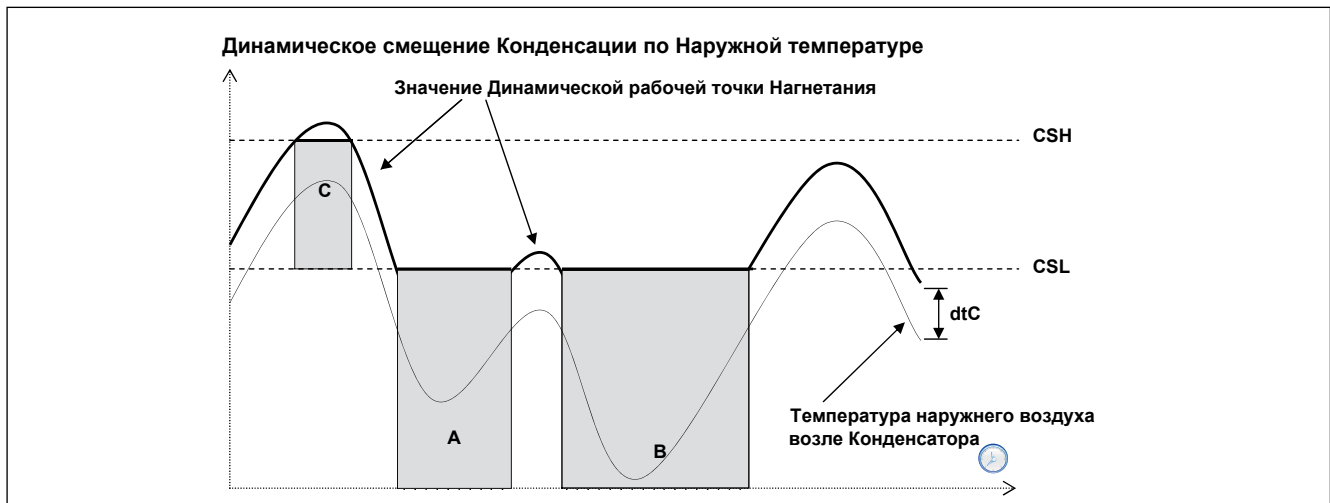

Рис. 39. Плавающая (динамическая) конденсация по температуре наружного воздуха
Контроль переохлаждения предотвращает возврат жидкости в конденсатор и переохлаждение газа. Разрешение функции устанавливается разрешением использования датчика переохлаждения параметром **ELr=On**. Переохлаждение **UCtemp** (смотрите Рис. 39) рассчитывается по датчикам температуры переохлаждения, который устанавливается перед жидкостным ресивером, и давления нагнетания по формуле:
- действующее значение рабочей точки конденсации не может быть ниже значения **CSL** (области А и В на диаграмме плавающей конденсации по температуре наружного воздуха - смотрите Рис. 39).
- действующее значение рабочей точки конденсации не может быть выше значения **CSH** (область С на диаграмме плавающей конденсации по температуре наружного воздуха - смотрите Рис. 39).